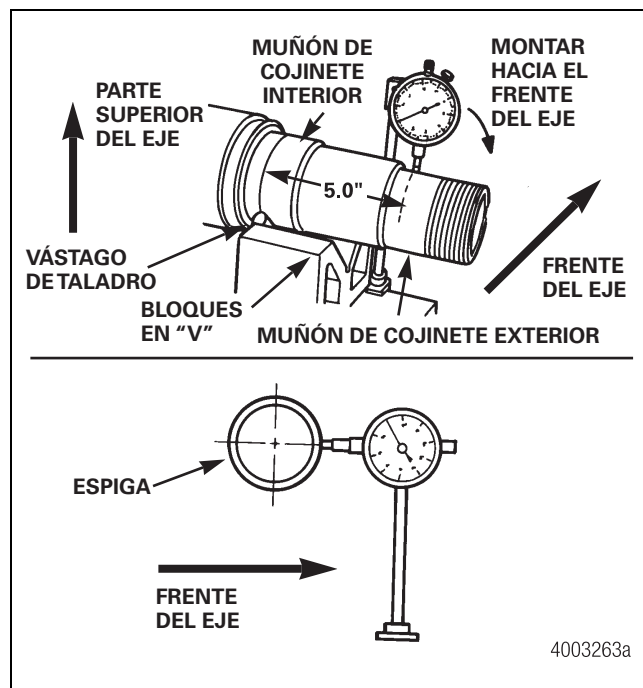

Figura 8.19
2. En la parte delantera del eje, mida exactamente cinco pulgadas (127 mm) desde la línea del muñón de cojinete interior hasta el muñón de cojinete exterior. Instale un indicador de cuadrante de modo que el vástago mida el descentramiento horizontal. Figura 8.19.